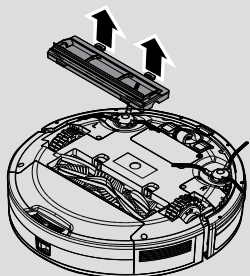

Abb. 12
2. Um die Abdeckung der Bürstwalze zu entfernen, drücken Sie die Clips an der Bodenplatte. [Abb. 12]